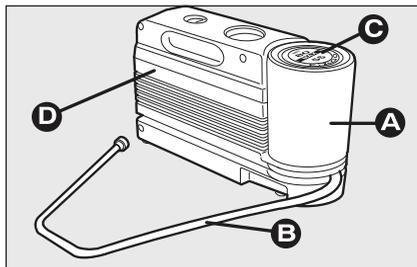

Рис. 7
Склад комплекту наведений нижче (рис. 7).
- ❑ Компресор **D** (рис. 7), оснащений манометром і наконечником для приєднання до вентиля шини.